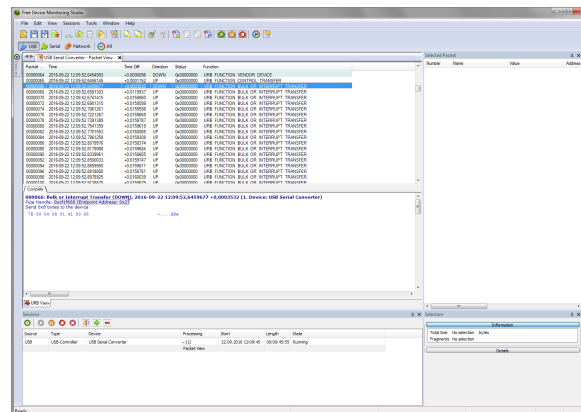

Abb. 4: Das Auswertungsfenster
Im Auswertungsfenster [Abb. 4] finden wir im oberen Tab die Paketmitschnitte, klicken wir auf eines der Pakete, sehen wir im unteren Tab den Inhalt sowohl Hexadezimal als auch ASCII Zeichen, sowie die Anzahl an Bytes, die gesendet wurden. Um die Richtung zu identifizieren sind ausgehende Pakete (DOWN) mit blau gekennzeichnet und eingehende (UP) mit rot.